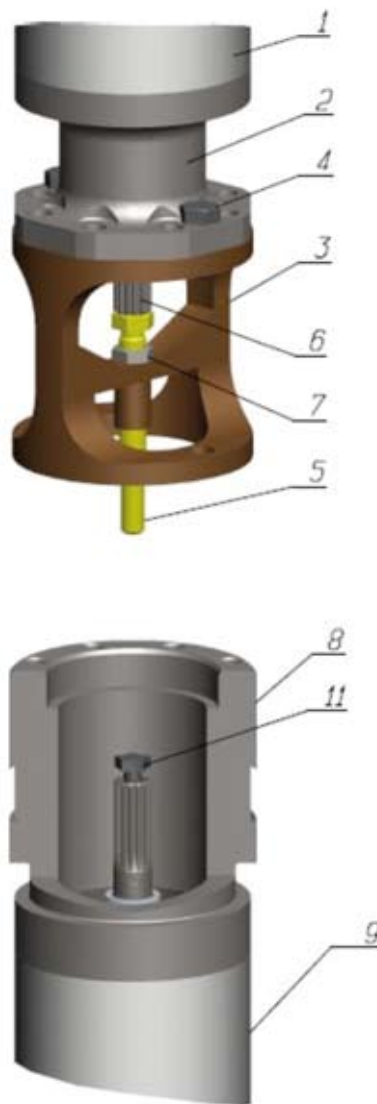

Рис. 2. Схема монтажа компрессионного насоса
- грузоподъемным устройством поднимают секцию насоса 1 (рис. 2) над устьем скважины и к ее основанию 2 крепят монтажное устройство 3 двумя болтами 4, подтягивая их гаечным ключом;
- грузоподъемным устройством поднимают следующую секцию насоса (рис. 2) над устьем скважины, и процедура монтажа повторяется, за исключением того, что дальнейший монтаж УЭЦН осуществляется сочленением секций друг с другом.